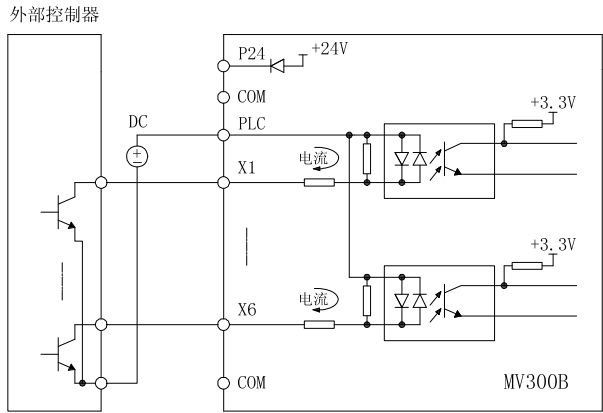

图3-16 使用外部电源的源极连接方式
3) 使用外部电源的源极连接方式（注意：必须去除用户端子上 PLC 与 P24 间的短接片），如图 3-16 所示。